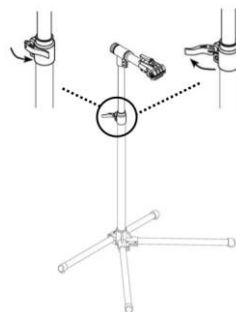

fig. 6
- Réglez le support à la hauteur désirée en ouvrant le levier du collier de fixation central, en ajustant l'arbre supérieur, puis en le verrouillant en refermant le levier (fig. 6).